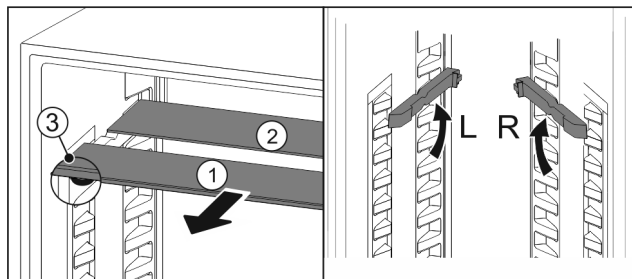

Fig. 60
- ▶ Húzza ki Fig. 60 (1) előre az üveglapokat egyesével.
- ▷ Az üveglap Fig. 60 (1) a díszléccel előre néz.
- ▷ Az ütközők Fig. 60 (3) lefelé mutatnak.